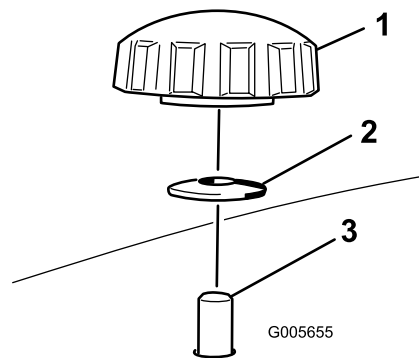
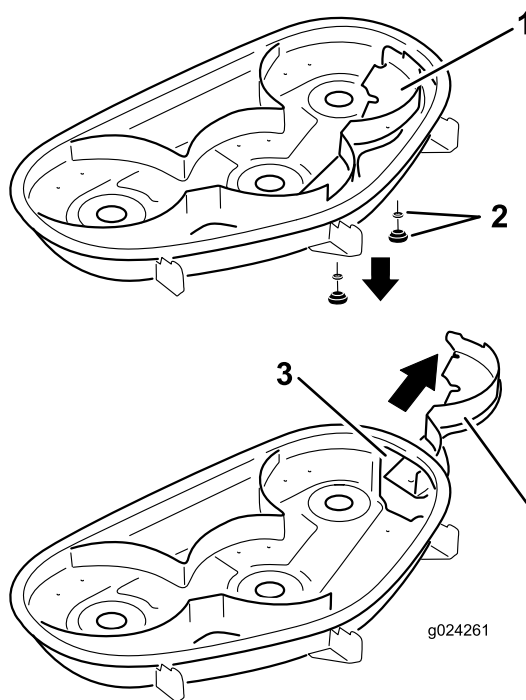

Figure 16
Figure 17
4. Retirez les 2 boutons et rondelles bombées qui fixent le déflecteur droit au plateau de coupe (Figure 16).
5. Déposez le déflecteur droit et abaissez le déflecteur d'herbe sur l'ouverture d'éjection, comme montré à la Figure 16 et la Figure 17.
5. Insérez le déflecteur droit sous le plateau de coupe et fixez-le en place avec 2 boutons et les rondelles bombées (face concave vers le plateau de coupe) comme montré à la Figure 16 et la Figure 17.